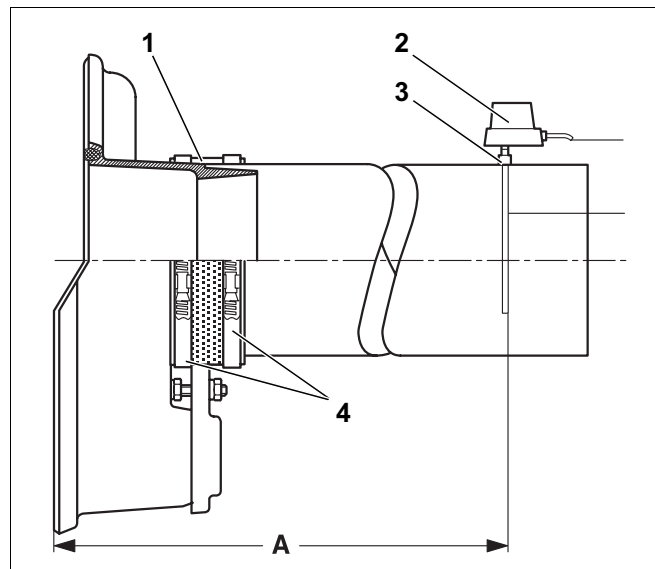

Fig. 33
**i** Vi anbefaler å bruke en røykgassrør-tetningsmansjett (fig. 33, pos. 1).
- Sett låsebåndene (fig. 33, pos. 4) på røykgassrør-tetningsmansjetten. Det ene låsebåndet må trykke mot stussen til røykgassamleren og det andre mot røykgassrøret.
- Sveis muffen (fig. 33, pos. 3) inn i røykgassrøret i en avstand på  $2 \times$  røykgassrørets diameter (A) fra røykgassamleren.
- Monter røykgass-temperaturføleren (fig. 33, pos. 2) som beskrevet i den separate monteringsanvisningen.